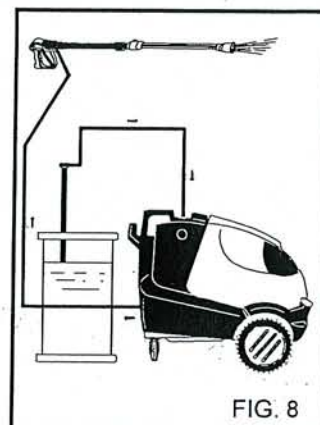

FIG. 8
- 3) Etter å ha brukt et vaskemiddel må inntakskretsen for vaskemiddel skylles godt. Dypp sugeslangen for vaskemiddel (fig. 8) ned i et kar med rent vann og la pumpen gå i ett minutt med doseringskranen skrudd helt opp med munnstykket innstilt på spyling med vaskemiddel.
4) Etter at du har brukt vaskemiddel må inntakskretsløpet skylles godt. Dypp sugeslangen for vaskemiddel (fig. 8) ned i et kar med rent vann og la pumpen gå i ett minutt med doseringskranen skrudd helt opp med munnstykket innstilt på spyling med vaskemiddel.